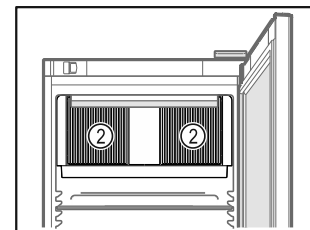

Fig. 58
- ☐ Lüftungsschlitze Fig. 58 (2) des Umluftgebläses im Innenraum freigehalten.